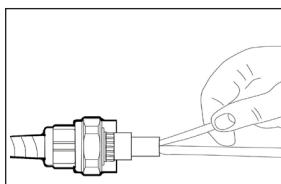

Figure 4b
- Remplir la gorge de la chambre d'obturation de pâte. Utiliser un bâtonnet pour tasser la pâte autour des conducteurs. (Figure 4b).